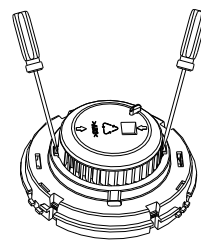

图 8 迷宫体拆取示意图
- a) 打开探测器上盖，按图 8 所示，用一字螺丝刀依次轻撬迷宫体两侧后，取下迷宫体；